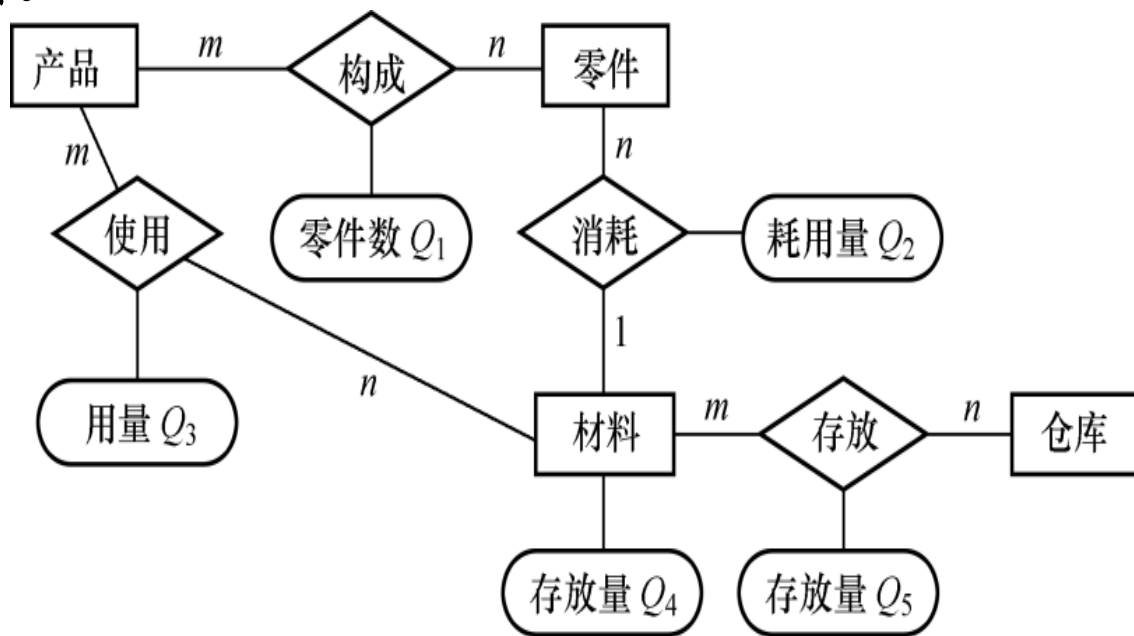

图7.26 消除冗余
- 如图7.26中， $Q_3=Q_1 \times Q_2$ ， $Q_4=\sum Q_5$ 。所以 $Q_3$ 和 $Q_4$ 是冗余数据，可以消去。并且由于 $Q_3$ 消去，产品与材料间 $m:n$ 的冗余联系也应消去。